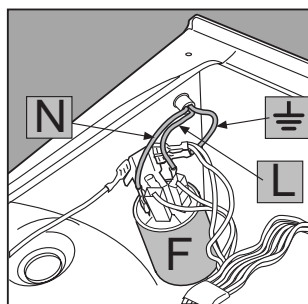

Fig. 2
3. Déconnectez les câbles du filtre antiparasite **F** [fig. 2] en repérant bien leur